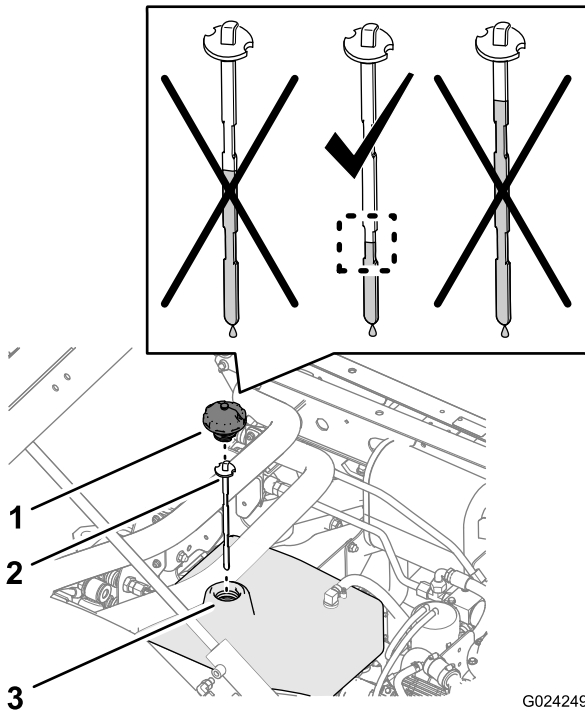
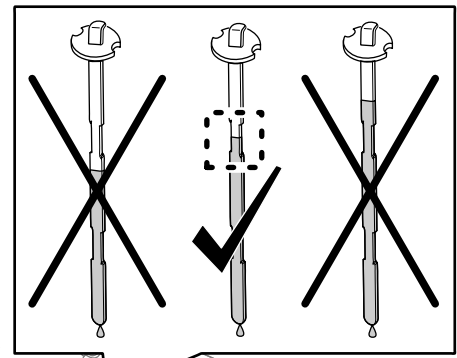

図 23
図 24
1. 油圧オイルタンクの注油口周辺とキャップをきれいに拭きく 図 23 と 図 24。
2. 補給管からキャップとディップスティックを外し、ディップスティックをウエスできれいに拭く 図 23 と 図 24。
3. もう一度首に差し込んで引き抜き、オイルの量を点検する 図 23 と 図 24。
4. オイルレベルが規定よりも低い場合には、所定のオイルを補給する。ディップスティックに示されている規定範囲の中間部分までオイルを入れるようにする 図 23 と 図 24。
5. タンクの補給口にディップスティックとキャップを取り付ける 図 23 と 図 24。